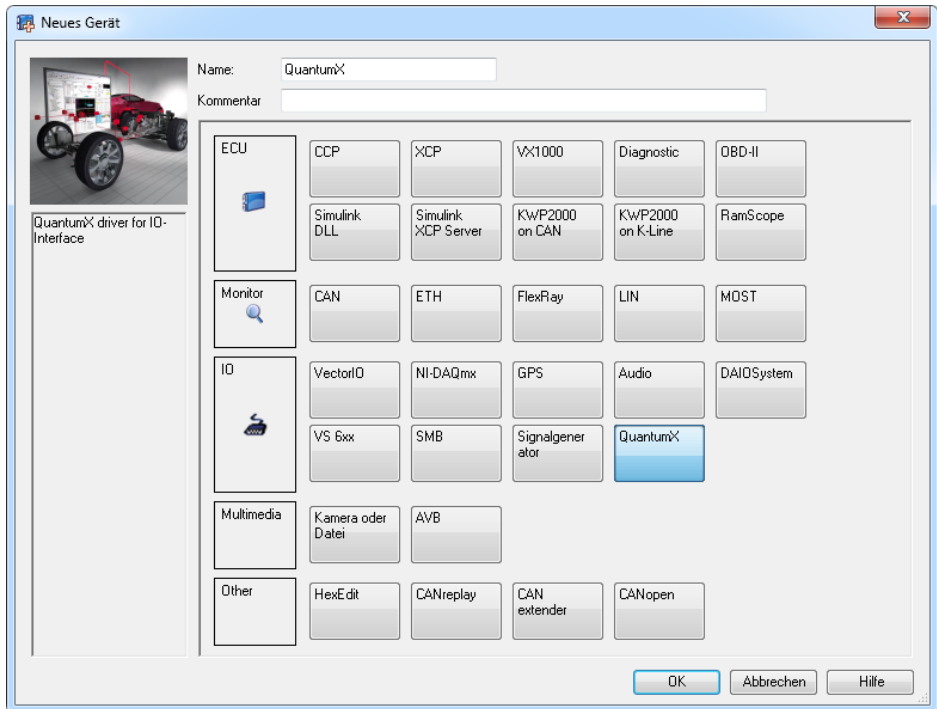

Abb. 6.2 QuantumX als Gerät auswählen
3. Geben Sie im nächsten Dialog einen **Namen** für den Gerätetyp ein und wählen Sie **QuantumX** als Gerät aus (Abb. 6.2). Sie können optional auch einen Kommentar zum Gerätetyp eingeben.
2. Klicken Sie im folgenden Dialog auf den Eintrag **QuantumX** bzw. den Namen, den Sie dem Gerätetyp beim Einrichten des MX-Systems in CANape gegeben haben (Abschnitt 6, Abb. 6.2, Seite 16).